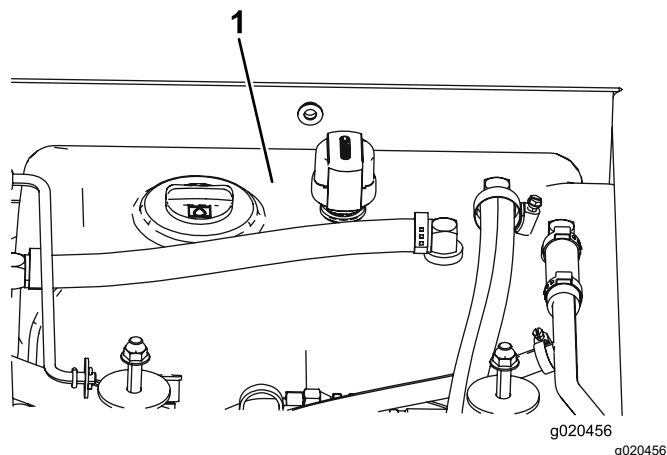

Bild 79
4. Füllen Sie den Hydraulikbehälter (Bild 79) mit Hydrauliköl, siehe Hydrauliköl – technische Angaben (Seite 68).